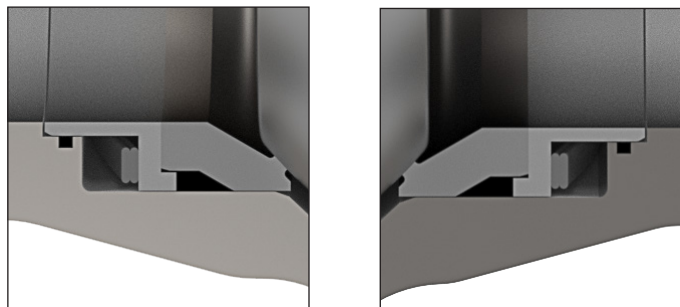

图 1b
4. 将碟形弹簧 (#29) 插入阀体 (#1) 的阀座凹槽，见图 1b
5. 将 S 形环 (#26) 插入阀体 (#1)，置于碟形弹簧 (#29) 上方。S 形环方向不变，如图 1b 所示
7. 将锥形密封环 (#27) 装入“阀座 A” (#6)。将装有锥形密封环的“阀座 A”安装到阀体 (#1) 上。如图 1b 所示，将锥形密封环平坦的一面朝向 S 形环 (#26)
15. 将碟形弹簧 (#29) 插入端盖 (#2) 的阀座凹槽，见图 1b
16. 将 S 形环 (#26) 插入端盖 (#2)，置于碟形弹簧 (#29) 上方。S 形环方向不变，如图 1b 所示
18. 将锥形密封环 (#27) 装入“阀座 B” (#6)。将装有锥形密封环的“阀座 B”安装到端盖 (#2) 上。如图 1b 所示，将锥形密封环平坦的一面朝向 S 形环 (#26)